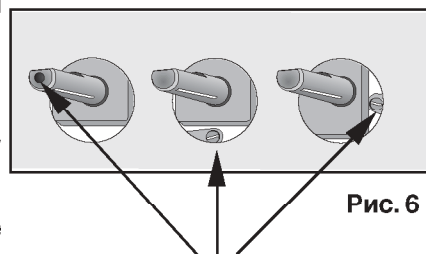

Рис. 6
- Тонкой отверткой отрегулируйте положение винта обводной подачи, расположенного по центру газового крана (см. рис. 6). При переоборудовании с природного газа давлением 20 мбар/13 мбар на сжиженный нефтяной газ (LPG) закрутите регулировочный винт до упора. При переоборудовании со сжиженного нефтяного газа (LPG) на природный газ давлением 20 мбар открутите винт обводного клапана примерно на 1/4 оборота. При переоборудовании панели с природного газа давлением 20 мбар на природный газ давлением 13 мбар открутите винт обводного клапана примерно на 1/4 оборота. При переоборудовании со сжиженного нефтяного газа (LPG) на природный газ давлением 13 мбар открутите винт обводного клапана примерно на 3/4 оборота.